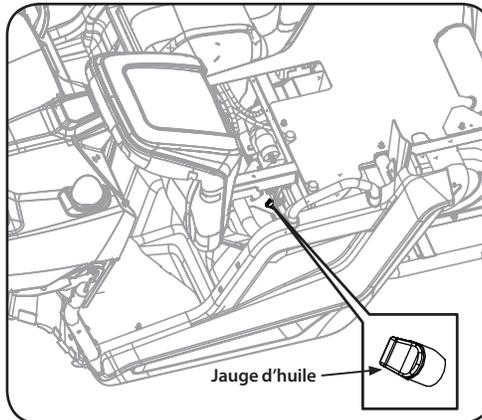

Figure 6-3
4. Remplissez le moteur avec de l'huile fraîche selon les instructions de la notice d'utilisation du moteur. La jauge d'huile est illustrée à la Figure 6-3.